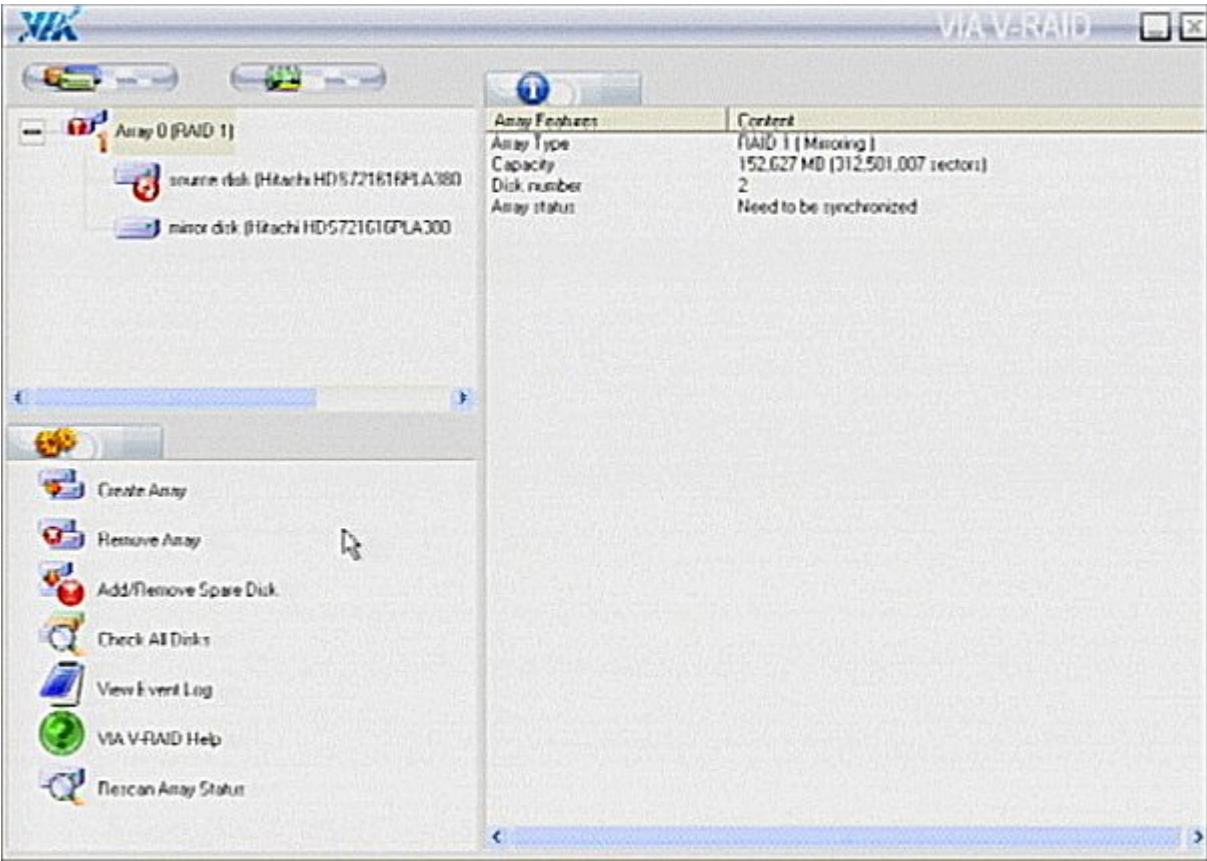

图 39. 磁盘驱动器故障
2. 通过展开阵列确定哪一个硬盘驱动器出现故障（请参阅图 39）。